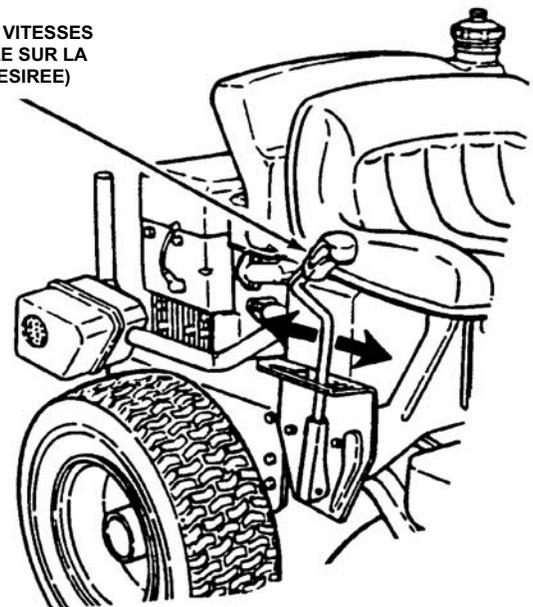

FIGURE 2.12
3. Positionnez le levier de vitesses dans le cran représentant la première vitesse. Voir la figure 2.12.